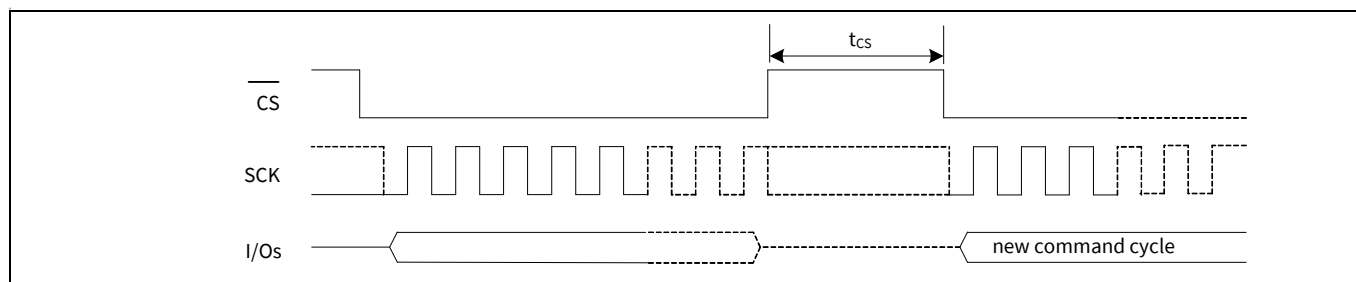

Figure 116 芯片取消选择 ($\overline{CS}$ 为高电平) — t_{CS} 时序
21. t_{CS} 指的是指定 SPI 模式下 (SPI, DPI 或 QPI) 开始新指令周期前芯片选择 ($\overline{\text{CS}}$ 为高电平) 的最小时间。该参数保证在主机开始新指令周期前, 先前操作已成功完成。请参考 Figure 116。
21. t_{CS} 指的是指定 SPI 模式下 (SPI, DPI 或 QPI) 开始新指令周期前芯片选择 ($\overline{CS}$ 为高电平) 的最小时间。该参数保证在主机开始新指令周期前，先前操作已成功完成。请参考 Figure 116。
机开始新指令周期前, 先前操作已成功完成。请参考 Figure 116。